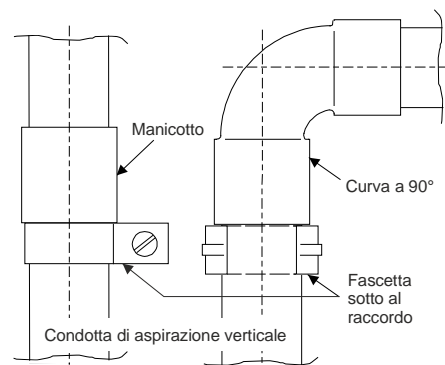

Fig. 8 Condotta di aspirazione verticale
- Con una disposizione verticale della condotta di aspirazione o di parti della stessa (ad es. tubo montante o in magazzini a scaffalature alte) occorre accertarsi che i tubi non possano scivolare verso il basso (applicare le fascette direttamente sotto ai raccordi, come da **Fig. 8**).